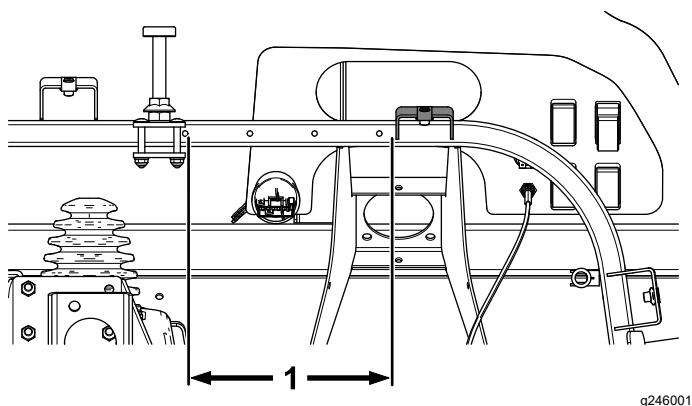

Figura 35
- Misurate 20,7 cm a sinistra a partire dal bordo inferiore della staffa del cofano e segnete la posizione (Figura 35).